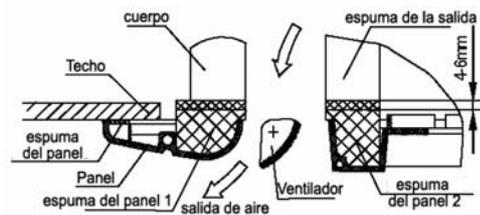

Figura 12
- Siga apretando los tornillos bajo los ganchos del panel hasta que el espesor de la espuma colocada entre el cuerpo y la salida del panel disminuya hasta unos 4~6 mm. El borde del panel debe tocar el techo. (figura 12)